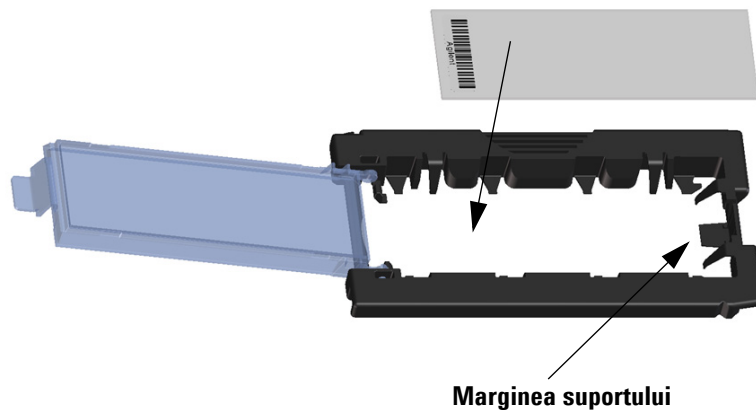

Figura 39 Introducerea lamelor de micromatrice în suport
- c** Se poziționează cu atenție capătul fără etichetă al lamei de micromatrice pe marginea suportului. Consultați Figura 39.